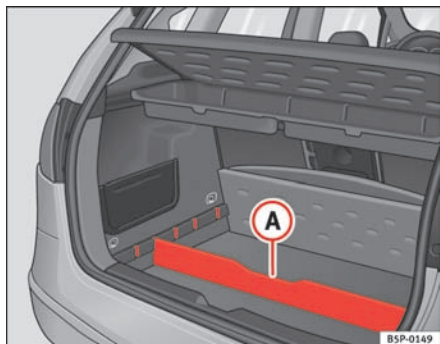

Fig. 104 Adskillelse i bagagerumsbunden
- Før adskillelsen (A) ⇒ fig. 104 ind i slidserne i siderne alt efter størrelsen på de genstande, der skal transporteres. Bilens værktøj og reservehjul er placeret under bagagerummet.